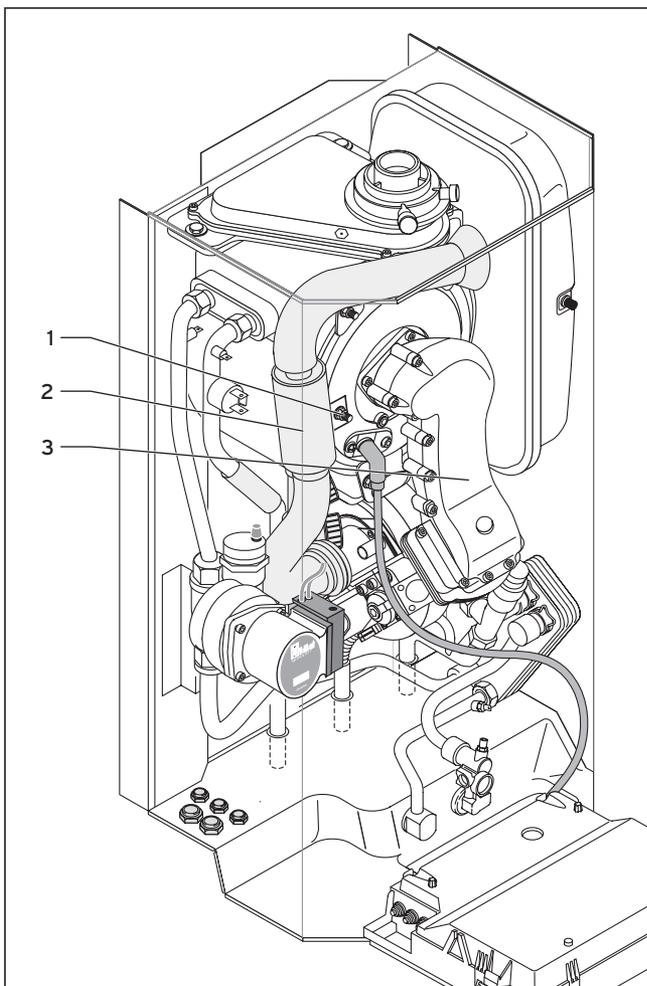

Abb. 8.7 Primärwärmetauscher
- Trennen Sie das Gerät wie unter 8.2.1 (s. Abb. 8.7 und 8.8) beschrieben vom Stromnetz, und schließen Sie den Gashahn.
- Lösen Sie die Schraube (1) und nehmen Sie das Luftansaugrohr (2) ab.
- Demontieren Sie das Thermo-Kompaktmodul (3), wie unter 7.2.1 beschrieben.
- Ziehen Sie die Klammer (4) am Siphon (5) heraus, lösen Sie die Verschraubungen am Siphon und ziehen Sie den Siphon vom Primärwärmetauscher ab.
- Lösen Sie den Rücklaufanschluss (6) sowie den Vorlaufanschluss (7) am Primärwärmetauscher.
- Lösen Sie die drei Schrauben (8) am Primärwärmetauscher, und nehmen Sie den Primärwärmetauscher aus dem Gerät heraus.